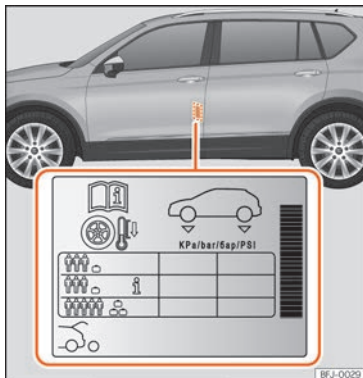

Fig. 230 Emplacement de l'adhésif de gonflage des pneus.
- Si le véhicule est fortement chargé, adaptez la pression des pneus en conséquence »» **fig. 230**.
Les valeurs de pression de gonflage figurent sur l'étiquette adhésive située sur la face arrière du cadre de la porte avant gauche »» **fig. 230**.
Il est possible d'adapter la pression de gonflage des pneus sous charge moyenne en fonction du véhicule afin d'améliorer le confort de conduite (pression de gonflage **i** »» **fig. 230**). Lorsque vous roulez avec une pression de gonflage de confort, la consommation de carburant peut légèrement augmenter.
Adaptez la pression de gonflage des pneus à la charge du véhicule. Si le véhicule est chargé au maximum, vous devez augmenter la pression de gonflage jusqu'à la valeur maximale de charge indiquée sur l'étiquette adhésive »» **fig. 230**.
Dans le cas d'une roue de secours de taille réduite (125/70 R18), la gonfler à une pression de 4,2 bar comme indiqué sur l'autocollant de pression des pneus »» **fig. 230**.
- Le conducteur est responsable de la pression correcte de tous les pneus de son véhicule. La pression de gonflage recommandée est indiquée sur un autocollant »» fig. 230.
- Sur les pneus à froid, la pression devra toujours être celle indiquée sur l'autocollant »» fig. 230.